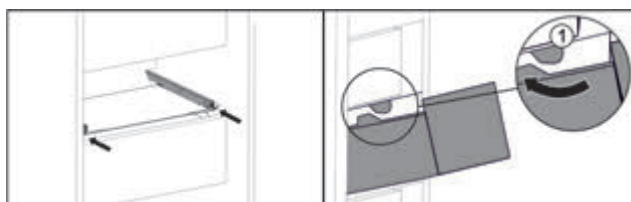

Fig. 134
- ▶ Обвести висувний ящик навколо стопора Fig. 134 (1).